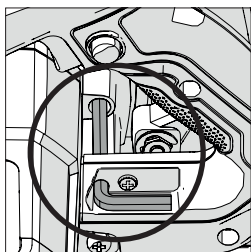

Fig. 1
- Repérez la clé hexagonale de changement de lame fournie qui se trouve dans le dispositif de rangement embarqué (au même endroit sur toutes les machines). (Fig. 1)